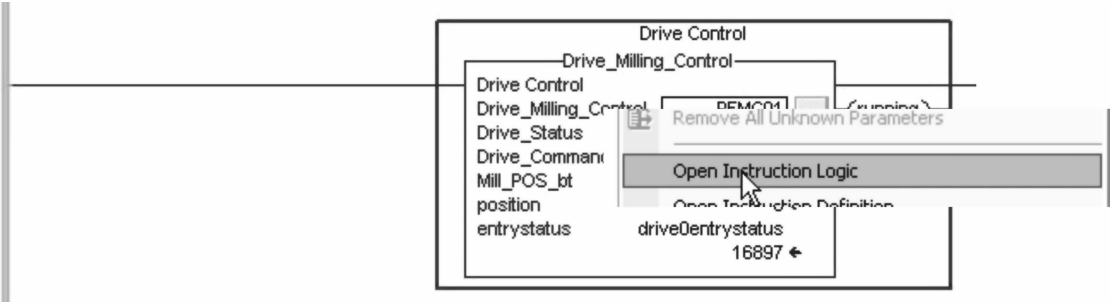

图 20-31 打开指令逻辑命令
1. 在项目管理器中打开主例程，右键单击“Drive_Milling_Control” AOI，选择“打开指令逻辑”（Open Instruction Logic），如图 20-31 所示。